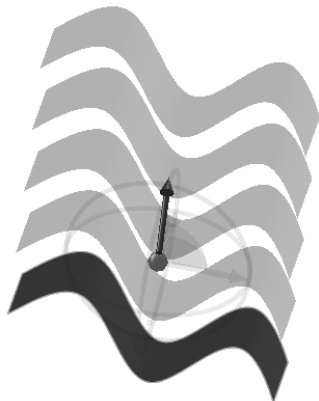

图 4-75 “移动/复制实体”属性管理器
- 6) 也可以在 ΔX 、 ΔY 、 ΔZ 微调框中指定移动的距离或复制体之间的距离，此时在右边的图形区域中可以预览曲面移动或复制的效果，如图 4-75 所示。